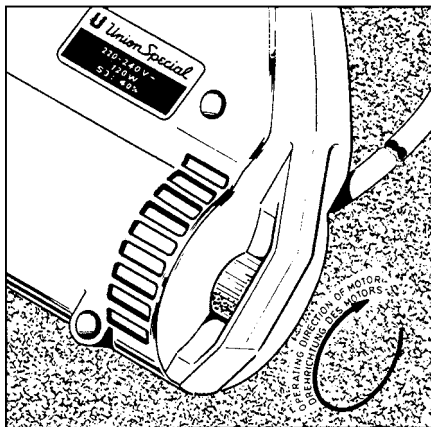

Fig.2
Check by turning the motor handwheel in operating direction (see Fig. 2) if the machine works. A slight resistance will be felt as the feed dog rises. Loosen screw (A, Fig. 3) and set thread rod (B) so that its lower end is flush with the underside of thread cone support (C). Retighten screw (A).
Prüfen Sie durch Drehen des Motor-Handrades in Drehrichtung (siehe Fig. 2), ob die Maschine arbeitet. Beim Hochgehen des Transporteurs wird ein leichter Widerstand spürbar.